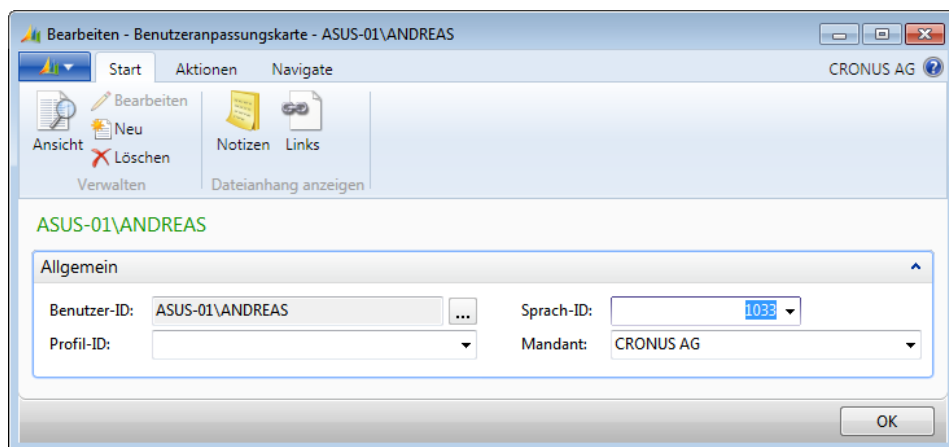

Abbildung 3.3 Auswahl von Englisch als Benutzersprache in der Benutzeranpassung
2. In der Benutzeranpassungsübersicht wählen Sie die Zeile mit Ihrer *Benutzer-ID*. Per Doppelklick öffnen Sie die Seite im Bearbeitungsmodus und nehmen die gewünschte Eintragung vor, indem Sie die Sprach-ID auf den Wert »1033« ändern (siehe Abbildung 3.3). Falls keine Benutzeranpassungs-Zeile mit Ihrer *Benutzer-ID* existiert, legen Sie eine solche über die Tastenkombination **Strg** + **N** oder die Schaltfläche *Neu* auf der Registerkarte *Start* an.